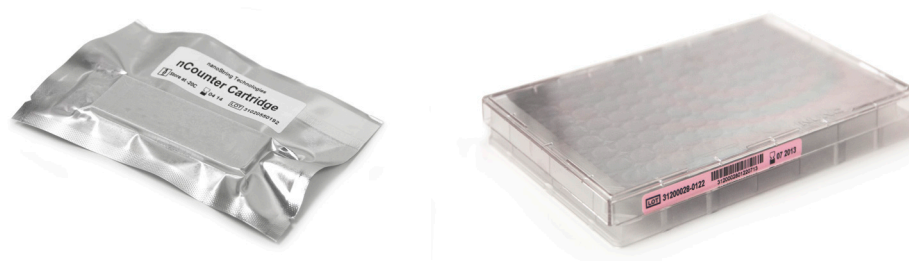

FIGURA 5.8: Un cartucho de muestras precintado (izquierda) y una placa de reactivos Dx (derecha)
7. La(s) placa(s) de reactivos y cartuchos (FIGURA 5.8) deben estar a temperatura ambiente antes de procesarlos.